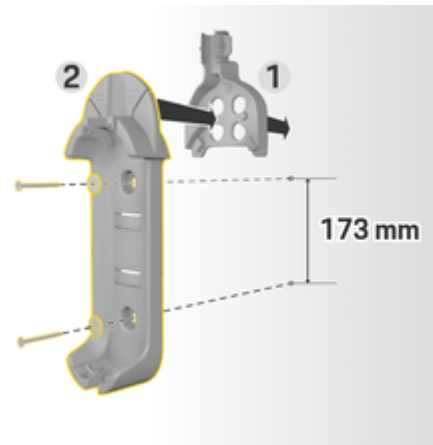

図. 9: 穴あけ寸法
3. ウォールマウントベース2(図. 9)を手前からケーブルガイド1(図. 9)に押し込んでください。